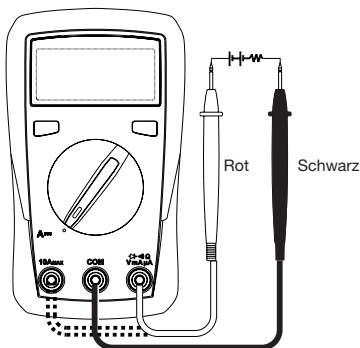

Abb. 3
2. Stecken Sie den Stecker der roten Messleitung je nach Bereichswahl in die Messbuchse mA/ μ A oder A und den der schwarzen Messleitung in die Messbuchse COM. Orientieren Sie sich an der Abb. 3